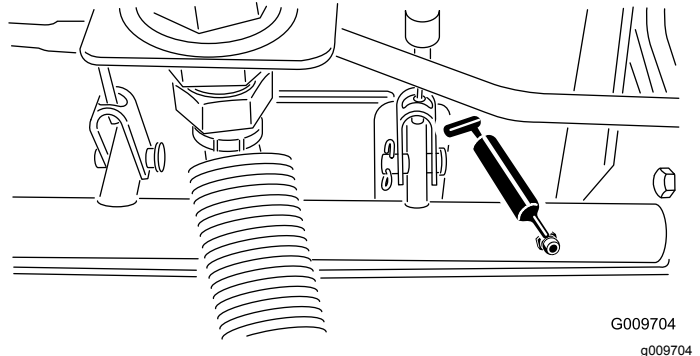

Figure 58
- Roulements d'axes de pivots de freins (5), comme montré à la Figure 58.